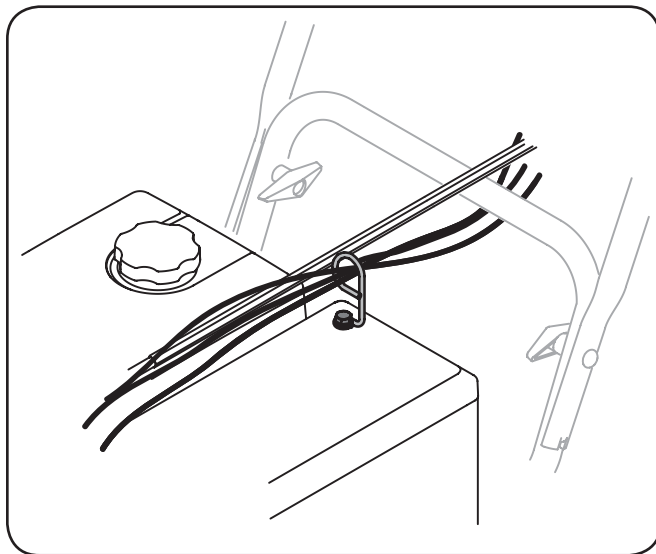

Figure 3-9
9. Compruebe que todos los cables están correctamente a través de la guía de cable en la parte superior del motor. Vea la Fig. 3-9.